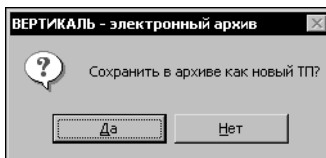

Рис. 14.5. Подтверждение создания нового ТП в архиве
4. Выполните команду **Архив — Сохранить как...** Подтвердите создание нового ТП в архиве, нажав кнопку **Да** в открывшемся окне (рис. 14.5). Система создаст в таблице архива новую запись и установит на ТП пометку «взят на изменение».